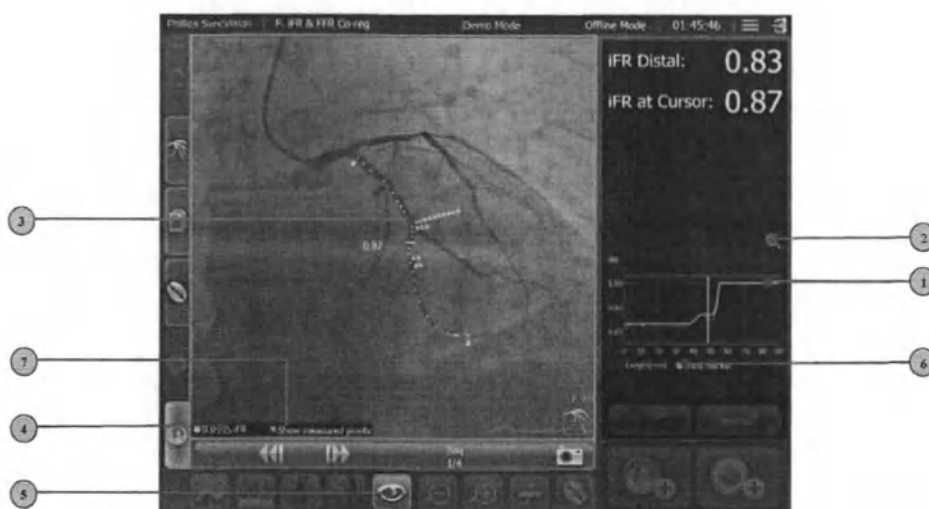

Рисунок 46. Навигация по линии тренда с совместной регистрацией
- Отображение снижения iFR. Система показывает падение iFR вдоль области обратной тракции катетера, представленной желтыми точками на изображении маршрута по всему представляющему интерес сосуду (выноска с номером 3 Рисунок 46). Каждая точка означает заранее заданное (по умолчанию — 0,01; изменение через окно Application Settings (Настройки приложения)) снижение iFR (ΔiFR) между двумя последовательными точками измерения вдоль сосуда.
- Точки измерения. Для просмотра точек измерения можно установить флажок *Show measured points* (Показывать измеряемые точки) (выноска с номером 7 Рисунок 46). Точки измерения отображаются в виде белых точек в верхней части изображения маршрута по всему исследуемому сосуду. Каждая измеренная точка представляет расположение, в котором система получила значение iFR/FFR. Отображение измеряемых точек вдоль сосуда может быть указанием на разрешение результатов совместной регистрации. Чем больше белых точек отображается на сосуде, тем лучше ожидаемое разрешение результатов совместной регистрации.